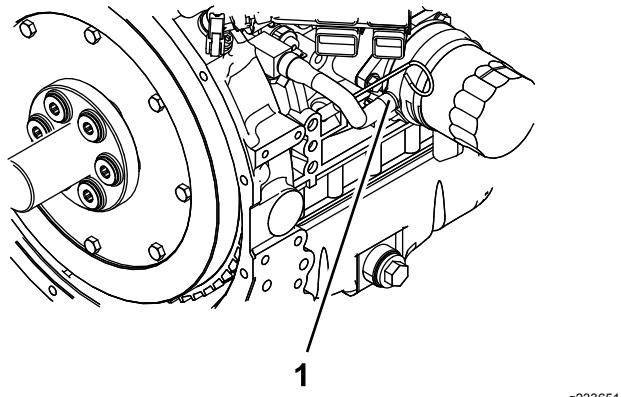

Figura 56
6. Retire la manguera de refrigerante del enfriador de aceite y vacíe el refrigerante del bloque motor (Figura 56).